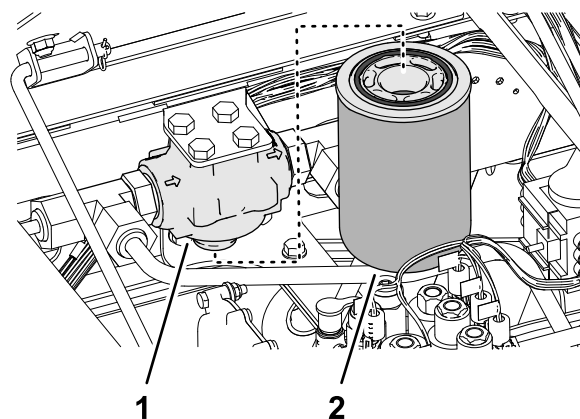

Figure 106
3. Nettoyez la surface autour du filtre de charge et de la tête du filtre (Figure 106).